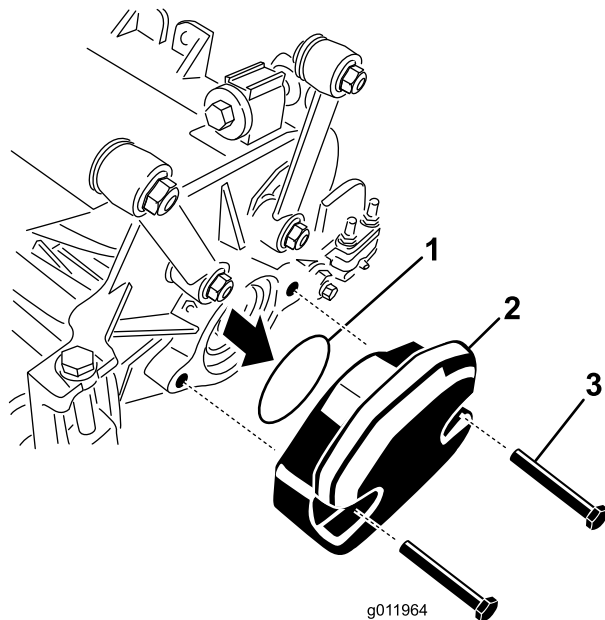

图6
- 在 3 号滚刀组上卸下将配重块固定至滚刀组左端的 2 个平头螺丝然后取下配重块图6。